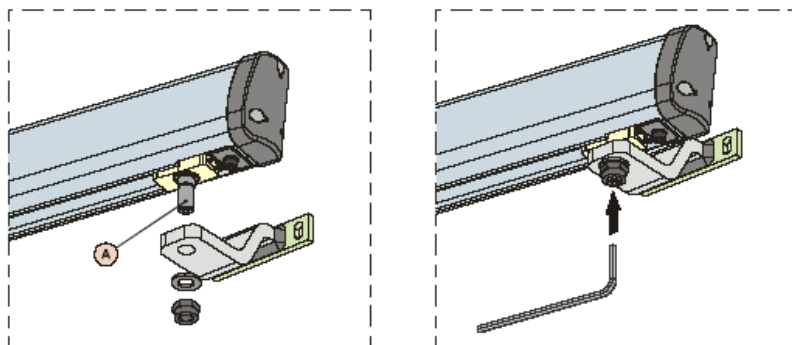

Рис. 11
4) Передний узел крепления установить на кронштейн и собрать его согласно рис. 11. В нижней части соединения для облегчения монтажных работ выполнено шестигранное отверстие под ключ №5 (рис. 11, поз. А).